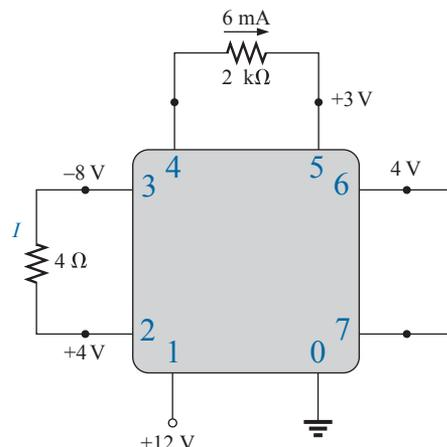

Figura 5.124 Problema 41.
- *41. Para o circuito integrado na Figura 5.124, determine $V_0, V_4, V_7, V_{10}, V_{23}, V_{30}, V_{67}, V_{56}$ e I (valor absoluto e sentido).